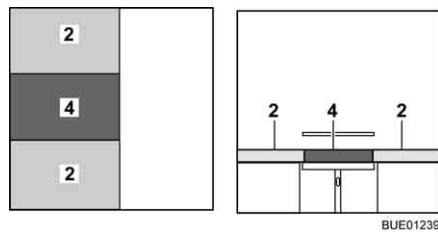

Bild 90 Efter ombyggnaden
- Lägg extradynan (Bild 90,4) mellan sittdynorna (Bild 90,2).